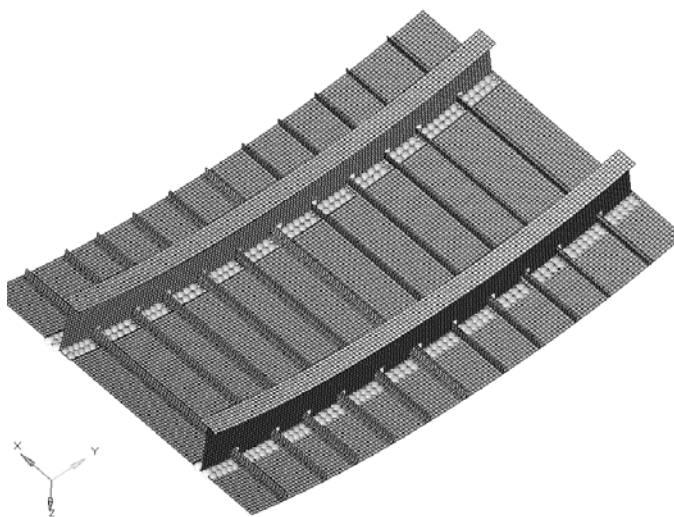

图 7-88 该组件下的所有的节点都被选中
(2) 单击 **nodes**，选择 **by collector**，在弹出的面板下选择 **frame_skin_point**，此时，在该组件下的所有的节点都将被选中，如图 7-88 所示。